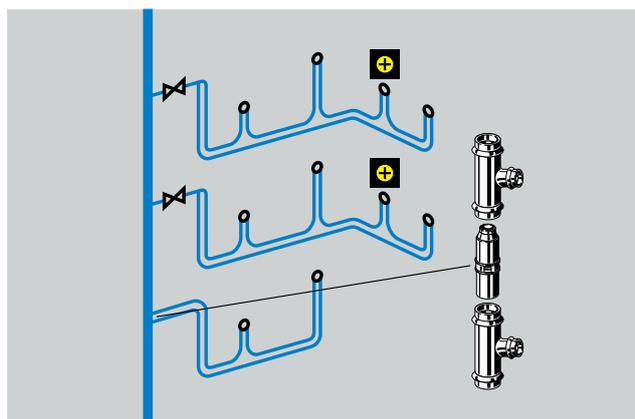

Abb. 17 Einpressdüse – Wasseraustausch mit Venturi-Prinzip
- Bei selten genutzten Entnahmestellen, z. B. zur Versorgung eines Ausgussbeckens im Keller kann eine in der Hauptverteilungsleitung installierte Einpressdüse (Abb. 17) in Kombination mit einer Ringleitung den vollständigen Wasseraustausch innerhalb von 24 h sicherstellen.